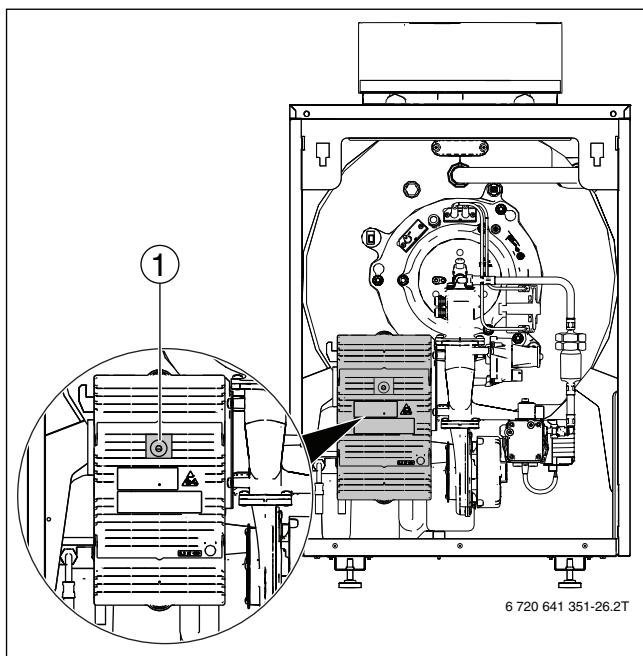

Bild 96 Störungen am Feuerungsautomaten zurücksetzen
- Taste **Reset** am Feuerungsbaukasten drücken (→ Bild 96, [1]).